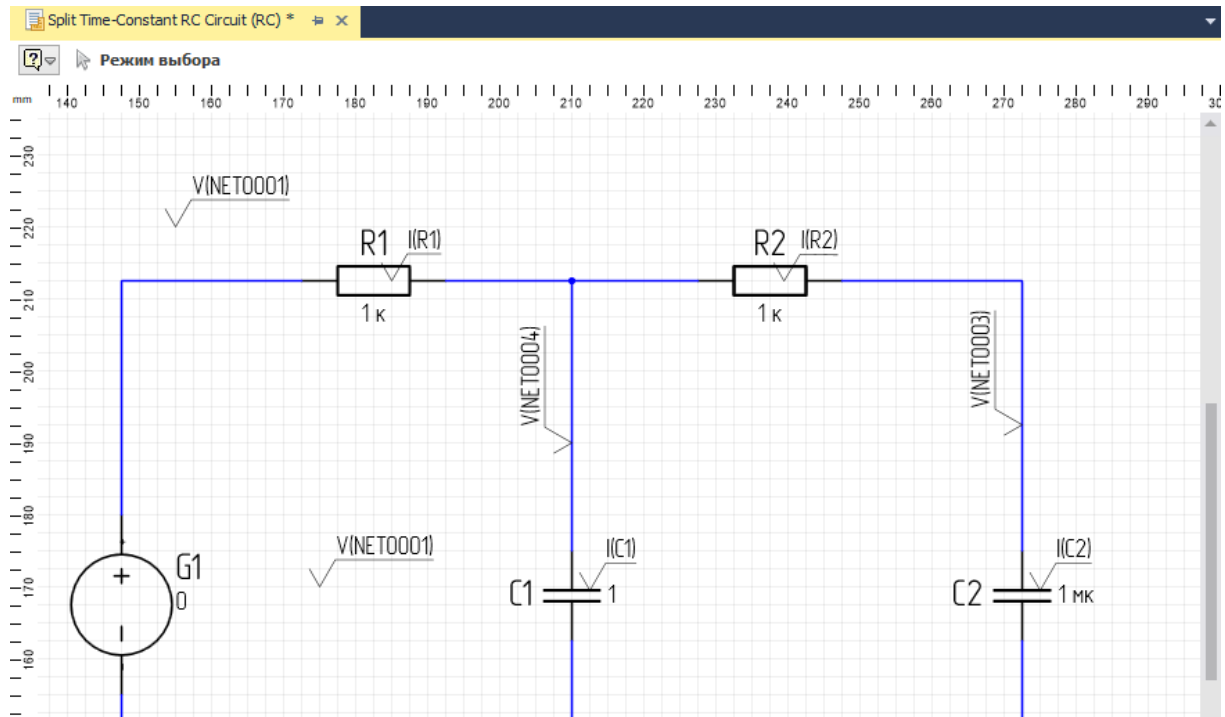

Рис. 162 Добавление меток измерения на схеме
**Пример!** Применение меток измерения на примере из раздела "Моделирование" Split Time-Constant RC Circuit (RC).
1. Откройте схему и добавьте несколько меток измерения, см. Рис. 162.